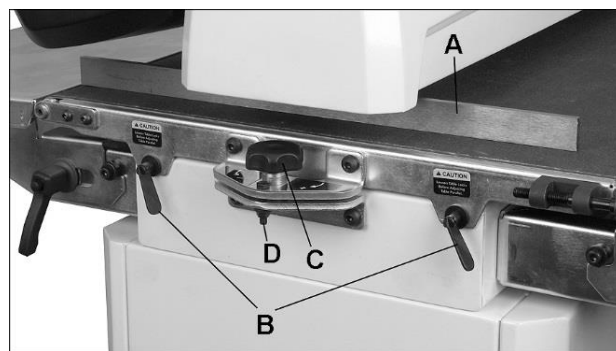

Рис. 8-4: выравнивание барабана
3. Установите линейку между барабаном и столом транспортера с внешней стороны барабана (А, Рис. 8-4).
3. Если в месте нахлеста при шлифовании видна борозда, ослабьте оба фиксатора стола (В, Рис. 8-4) и немного опустите внешнюю сторону стола с помощью ручки (С).
Примечание: при обработке узкой заготовки (шириной менее 560 мм) верните стол транспортера в положение, параллельное шлифовальному барабану. Поворачивайте ручку в противоположном направлении до касания со стопорной гайкой (D, Рис. 8-4). Стопорная гайка является упором для установки параллельности стола.